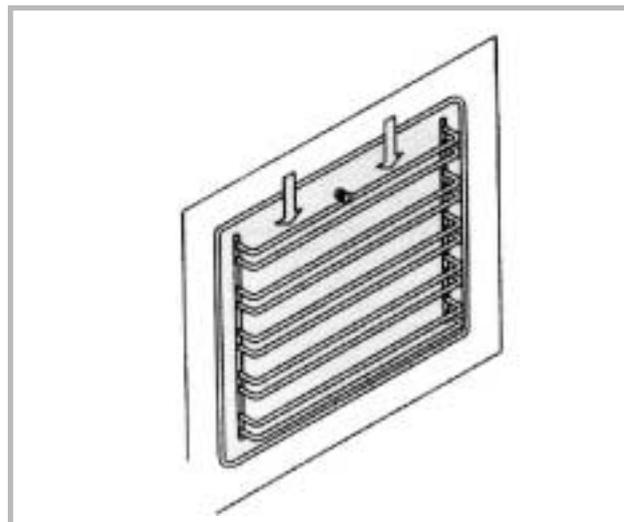

Figure 11
1. Saisissez la partie supérieure des tiges de guidage et poussez vers le bas pour les détacher (figure 11).